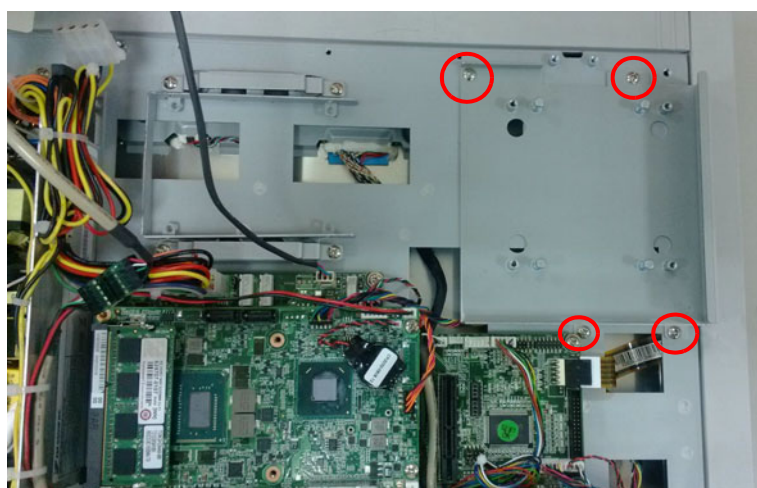

图 2.15:
- 将图 2.15 所示 4 颗螺丝取下，将 HDD2 支架取出。